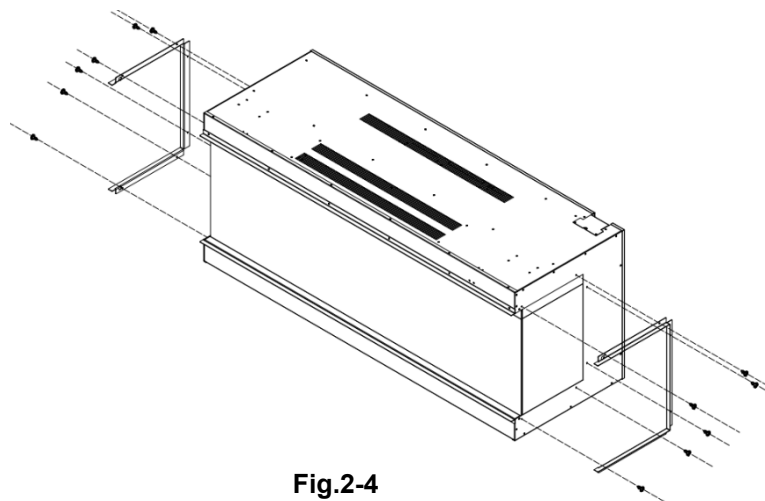

Fig.2-4
3. Fixați înapoi barele de protecție după ce panourile sunt îndepărtate. Fig.2-4